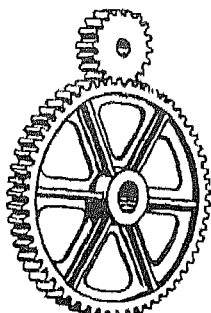

Fig. 1. — Roues dentées en prise.
- a) Elles portent sur leur jante des saillies appelées **dents** (fig. 1).